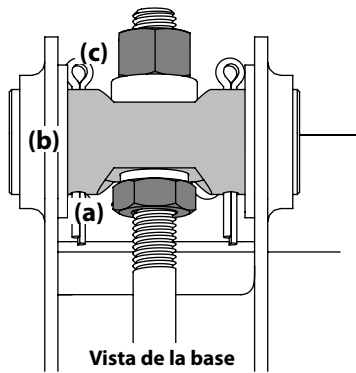

Figura 4-6
5. Con una llave, eleve la parte delantera de la plataforma, para lo que debe aflojar las tuercas de seguridad (a) al frente del pasador de pivote (b) y luego ajuste las contratuercas (c) en la parte posterior de dicho pasador para elevar la parte delantera de la plataforma y sujetarla en su lugar. Vea la Figura 4-6.
6. Con una llave, baje la parte delantera de la plataforma, para lo que debe aflojar las tuercas de seguridad (c) de la parte posterior del pasador de pivote (b) y luego ajuste la contratuercas (a) en el frente de dicho pasador para bajar el frente de la plataforma y sujetarla en su lugar. Vea la Figura 4-6.